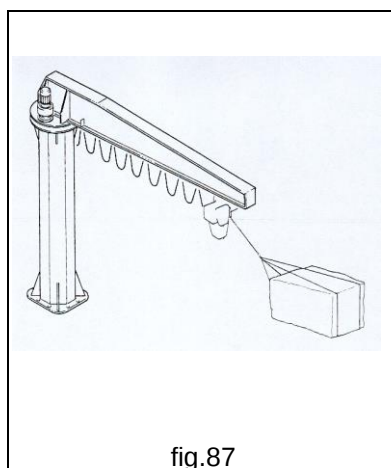

fig.87
- **NE JAMAIS** mettre le câble ou la chaîne en position de tirage en diagonale (fig.87).